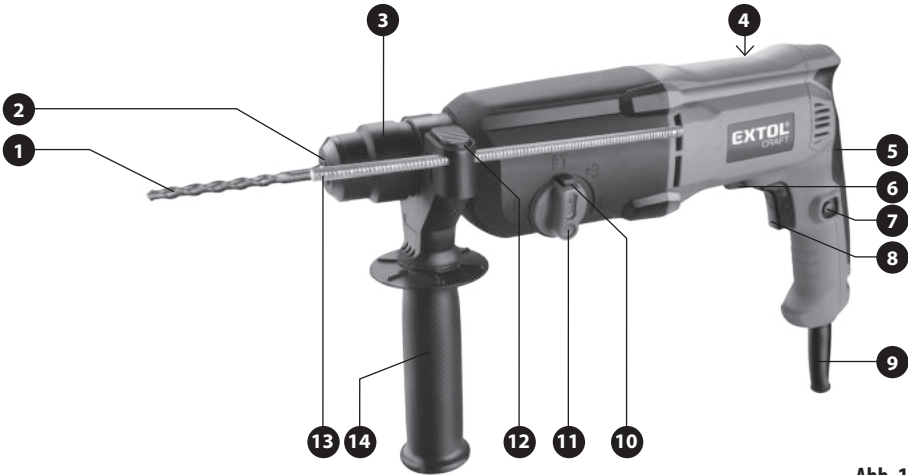

Abb.1, Position - Beschreibung
- 1. Durch Drehen des Griffs lösen Sie die Schelle und schieben Sie sie auf den Hals des Bohrhammers (siehe Abb. 1).
- Den gewünschten Arbeitsmodus, d.h. Bohren/ Schlagbohren, Meißeln wählen Sie durch Drehen des Wahlschalters gegenüber dem Symbol vom jeweiligen Arbeitsmodus nach der nachstehenden Tabelle 2. Beim Drehen vom Arbeitsmoduswahlschalter muss dieser zuerst entriegelt werden, und zwar durch Drücken der Taste auf dem Wahlschalter (Abb. 1, Position 10). Der gewählte Arbeitsmodus ist dann eingestellt,
- Mit dem Drehrichtungsschalter (Abb. 1, Position 6) stellen Sie die gewünschte Drehrichtung des Arbeitswerkzeugs ein.
- Für langfristiges, ununterbrochenes Arbeiten kann man nach dem Drücken des Betriebsschalters die Arretiertaste betätigen (Abb. 1, Position 7) und den Betriebsschalter in gedrückter Position für Dauerbetrieb ohne Betätigung verriegeln.